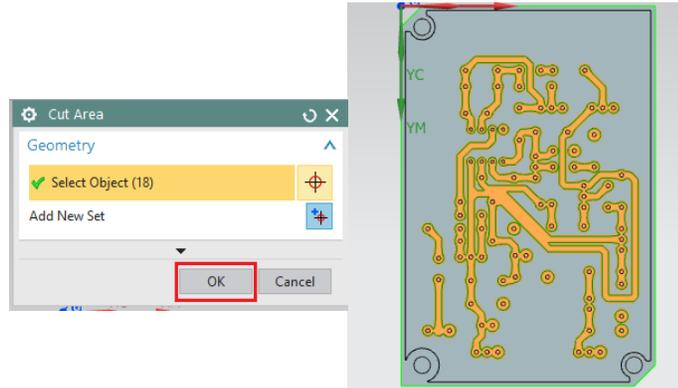

Figura 4.20 Specify Cut Area Floor
- En la opción: **Specify Cut Area Floor**, seleccionar el piso de la extrusión de 0.25 mm(18 seleccionados), luego dar click en *Ok* (Figura 4.20).